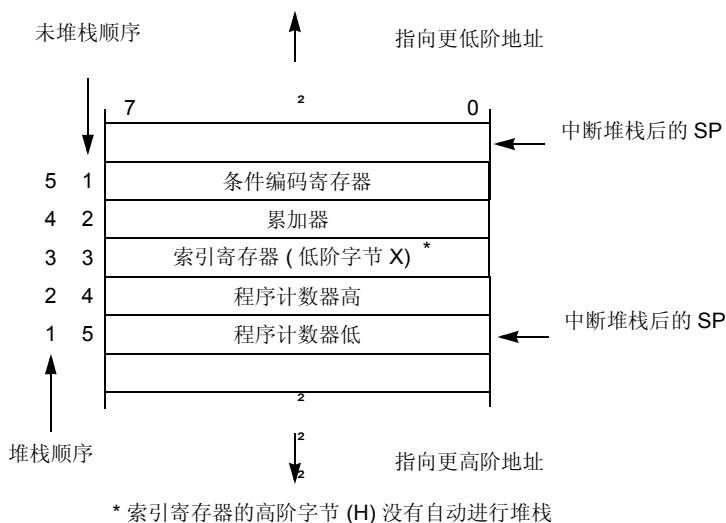

**Figure 0-17. 中断堆栈帧**
**Figure 0-17** 显示了堆栈帧的内容和结构。在中断前，堆栈指针（SP）指向堆栈的下一个可用字节。CPU 寄存器的当前值保存在堆栈中，以程序计数器（PCL）的低阶字节开始，以 CCR 结束。堆栈后，SP 指向堆栈的下一个可用位置，该堆栈是比保存 CCR 的地址小一的地址。被堆栈的 PC 值是主程序的指令地址，如果中断没有发生，那么将在下一次中断中实施主程序。